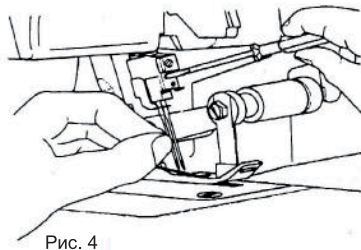

Рис. 4
3. Держите иглу плоской поверхностью от себя и вставьте ее наверх до упора (Рис. 4).